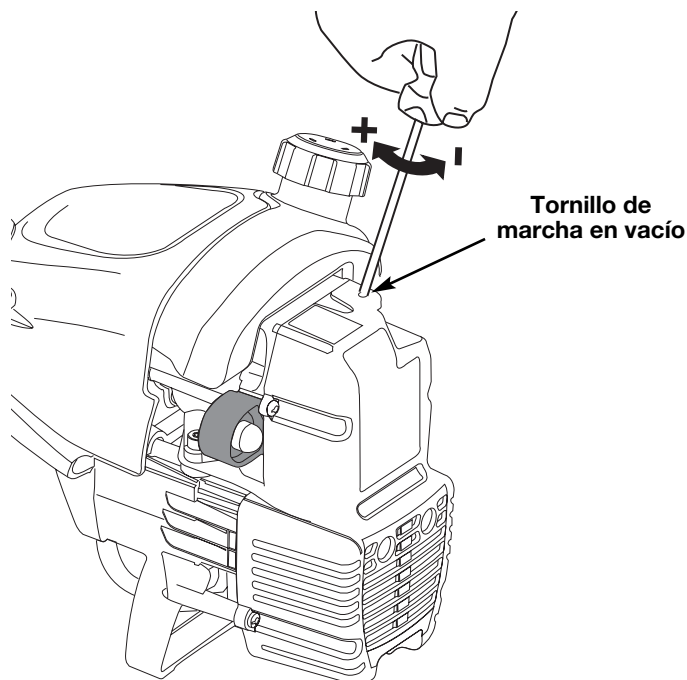

Fig. 27
La velocidad lenta del motor puede ser ajustada por la cubierta del silenciador / filtro de aire (Fig. 27).
2. Suelte el gatillo del regulador y deje que el motor funcione en marcha lenta. Si el motor se para, inserte un pequeño destornillador Phillips o de vástago plano en el orificio de la cubierta del silenciador / filtro de aire (Fig. 27). Gire el tornillo de marcha lenta en sentido horario, de a 1/8 de vuelta por vez (según sea necesario) hasta que el motor funciona en mínima.